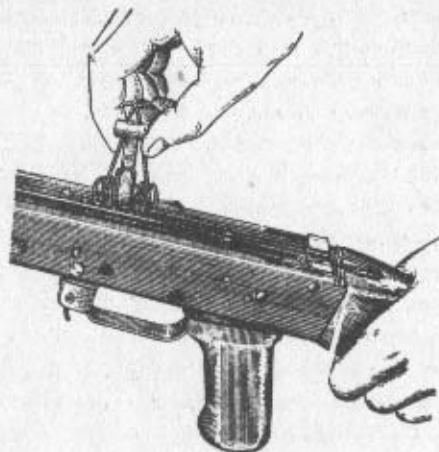

Bild 33 Herausnehmen des
- Das Schlagstück abnehmen. Mit dem Schraubendreher auf das lange Ende der Sperrhebelfeder drücken, das Federende aus der Ringnut der Schlagstückachse herausnehmen und die Schlagstückachse mit dem Dorn nach links schieben. Mit der rechten Hand das Schlagstück halten und mit der linken Hand die Schlagstückachse herausziehen. Das Schlagstück so drehen, daß der linke Zapfen zum Patronenlager zeigt, und das Schlagstück aus dem Gehäuse herausheben (Bild 33). Die Schlagfeder vom Schlagstück abnehmen.